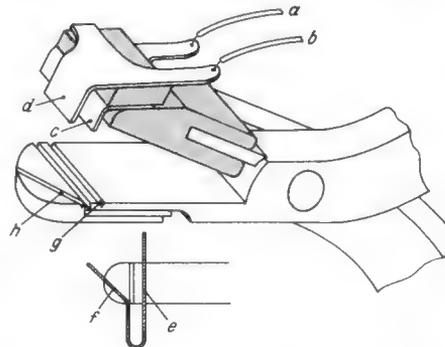

Bild 3. Die Spezialzange zum Erhitzen und Einstoßen der Anschlußdrähte
die z. B. für Parallelschaltung von Impedanzen gilt, und kann ebenso wie diese nomografiert werden. Man erhält so für jedes Q ein Nomogramm mit drei Leitern U , U' und U'' ; ähnlich wie beim Funktechnischen Arbeitsblatt Uf 13 kann man die vier Nomogramme für die unter (6) angegebenen Q -Werte auf einem Blatt unterbringen, wenn man die in Bild 3 gezeigte Darstellung wählt.
Bild 3. Nomogramm zur Ermittlung der wahren Spannung U aus den gemessenen Spannungen U' (großer Bereich) und U'' (kleiner Bereich). Reichen die gezeichneten Meßwerte nicht aus, so sind alle Skalen mit dem gleichen Faktor multipliziert zu denken (z. B. 5, 10, 100...)
In die Zange (Bild 3) sind im unteren Teil Kerben g und h eingelassen, damit für die Schleife des Anschlußdrahtes leicht der richtige Sitz gefunden werden kann. Die Schleife
Der Erhitzung der heiß verzinnnten Anschlußdrähte, um sie in die Spulenflansche einzustoßen, ist besondere Aufmerksamkeit zu schenken. Bei zu starker Erwärmung würde die Zinnschicht verbrennen und die Befestigung unsauber werden, weil der Thermoplast dann zu flüssig wird und man zu lange warten müßte, bis der Draht und der Thermoplast erkaltet sind. Ein sehr brauchbares Verfahren für das heiße Einstoßen der Anschlußdrähte ist in Bild 3 wiedergegeben, bei dem man eine speziell